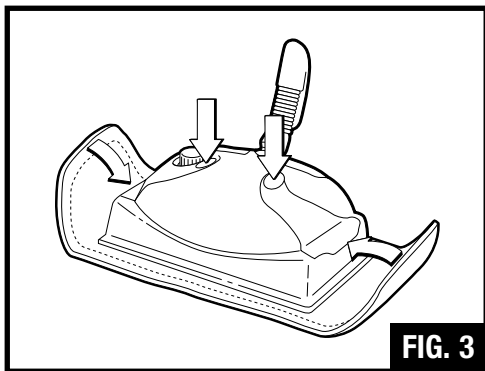

FIG. 3
3. Apoye la base del limpiador de pisos con vapor en el paño para pisos provisto, asegurándose de que los bordes queden sujetos sobre la base (Fig. 3). Luego, introduzca ambos extremos del paño debajo de las grapas para el mismo. No use el artefacto sin el paño para el piso colocado en su sitio.